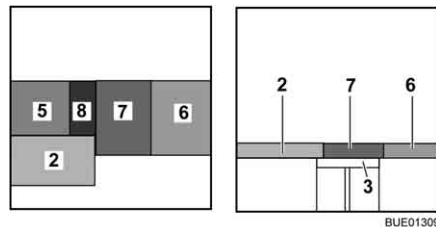

Fig. 142 Después de la transformación
- Colocar el cojín del asiento (Fig. 142,7) en el centro.
- Colocar el cojín del respaldo (Fig. 142,6) entre el cojín del asiento y la pared.